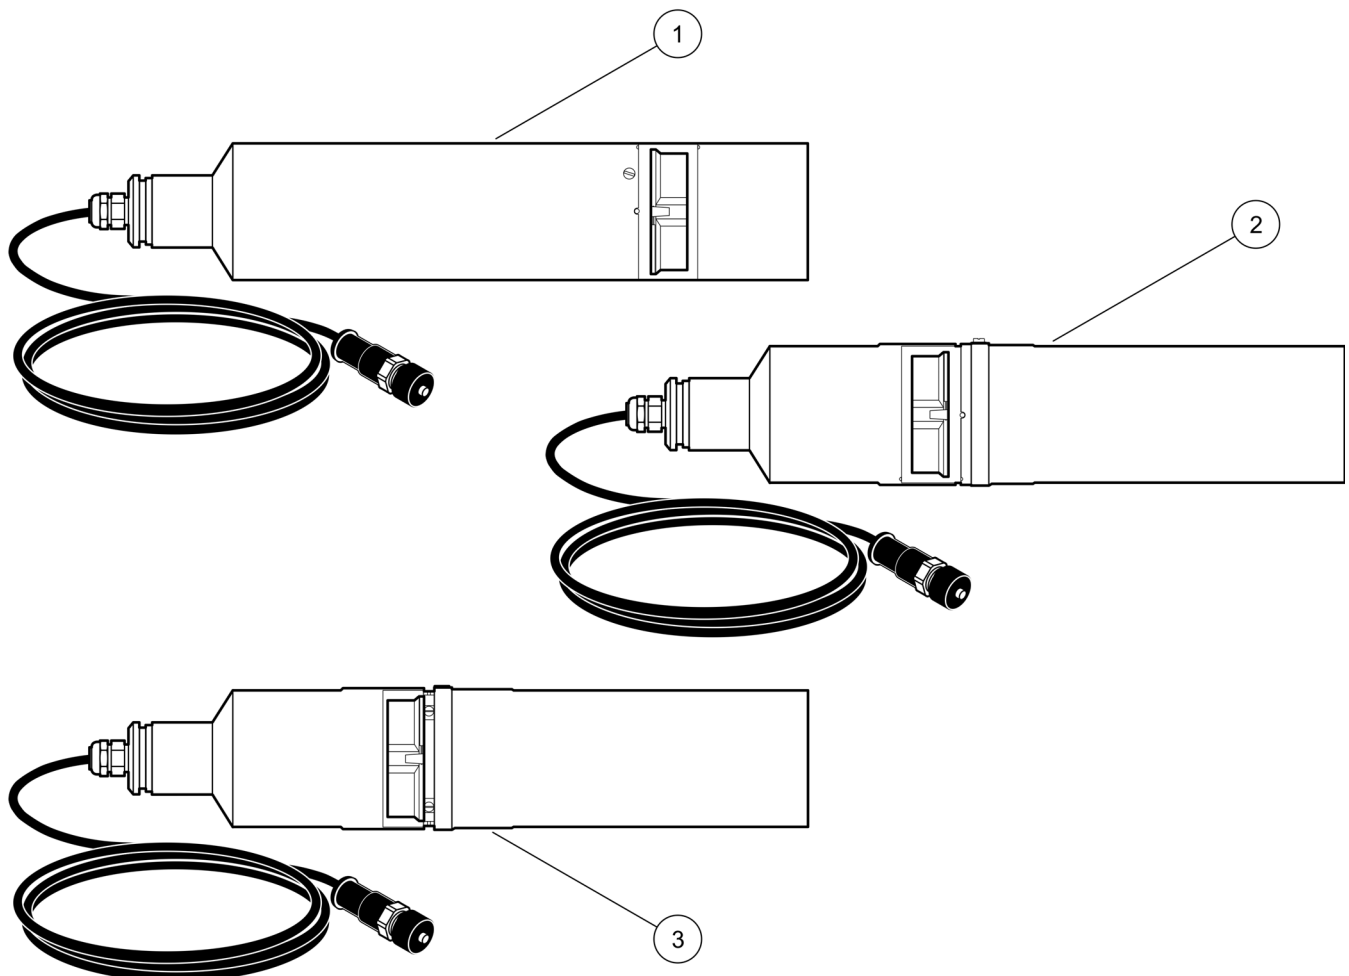

Figura 2 Versões do sensor NITRATAX sc
O sensor **NITRATAX plus sc** (Figura 2, item 1) mede a concentração de nitrato de até 100 mg/L N diretamente imerso no meio. Use o sensor sem a necessidade de bombear e acondicionar em tanques de lama ativada em estações municipais de tratamento de esgoto, água de superfície, água não-tratada e água potável tratada. O sistema também pode ser usado para verificar a saída nas estações de tratamento de água residual.
O **NITRATAX eco sc** (Figura 2, item 2) mede a concentração de nitrato de até 20 mg/L N diretamente imerso no meio. Use o sensor sem a necessidade de bombear e acondicionar em tanques de lama ativada em estações municipais de tratamento de esgoto.
O **NITRATAX clear sc** (Figura 2, item 3) mede a concentração de nitrato de até 20 mg/L N diretamente imerso no meio. Use o sensor sem a necessidade de bombear e acondicionar em meios limpos, como água de superfície, água potável tratada e saídas da estação de tratamento de esgoto.